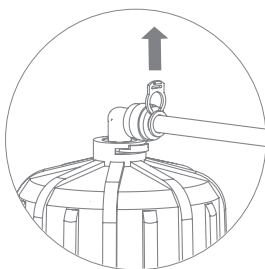

Рис. 13
3. Отсоедините стопорную клипсу, фиксирующую цангу (рис. 13). Отсоедините трубку, удерживая цангу прижатой к корпусу (см. раздел «Отсоединение трубок» (стр. 8)). При необходимости отсоедините все трубки от корпуса мембраны и извлеките его из корпуса фильтра.